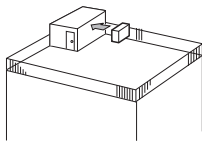

Fig. 2-4
- ① Поставете изхода за въздух с лице към най-близката стена на разстояние 35 cm от стената. (Fig. 2-4)